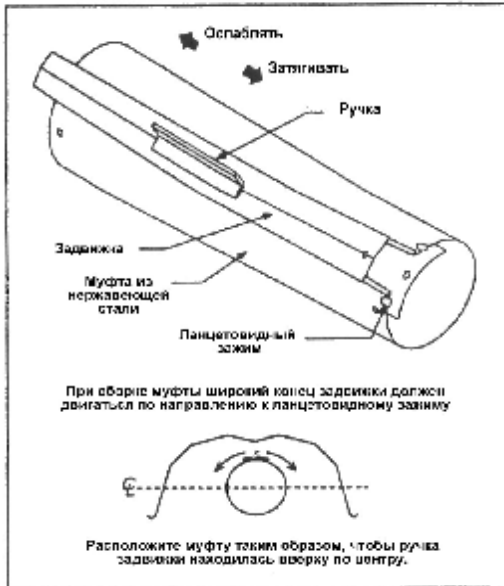

Рисунок 2. Муфта сцепления.
3.4.11 Трубы, камеры сгорания и трубная арматура соединяются с помощью муфт сцепления (смотри *Рисунок 2*).